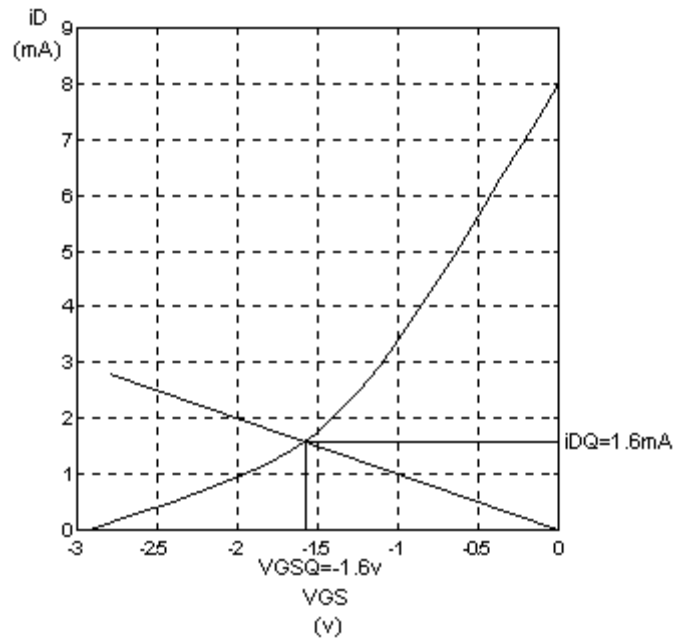

Figura 16. Método gráfico para hallar punto Q.
La figura 16 da como resultado aproximado a $I_{DQ} \approx 1.6\text{mA}$ y $V_{GSQ} \approx -1.6\text{V}$, ahora se halla g_m , utilizando la ecuación (5), por lo que: